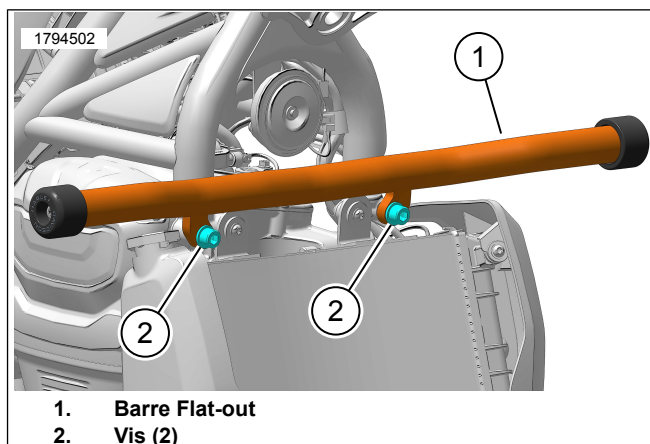

Figure 2.
2. Voir la figure 2. Placer la barre Flat-out (1) par rapport au véhicule.
3. Installer les vis hexagonales creuses arrières sans les serrer (2).
4. Serrer les vis (2).